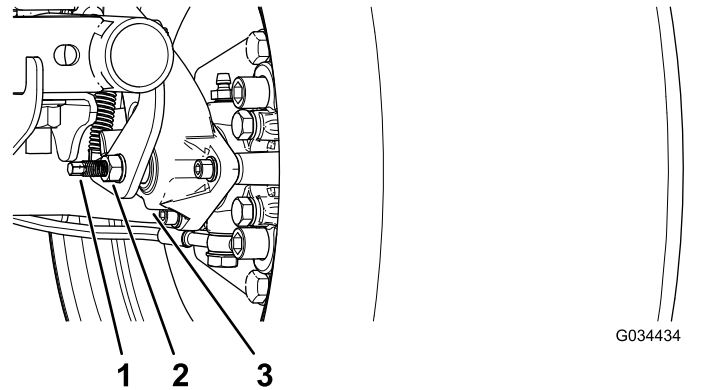

图 60
3. 使用 2 个扳手用 1 个扳手控制住制动盘上的调节杆用另一个扳手将锁紧螺母拧松 ¼ 圈 图 60。
4. 在将调节杆和锁紧螺母固定在位的同时旋入调节杆直至旋紧 图 60。
5. 在将调节杆和锁紧螺母固定在位的同时向回倒旋 ¼ 圈 图 60。
6. 在将调节杆和锁紧螺母固定在位的同时拧紧锁紧螺母 图 60。